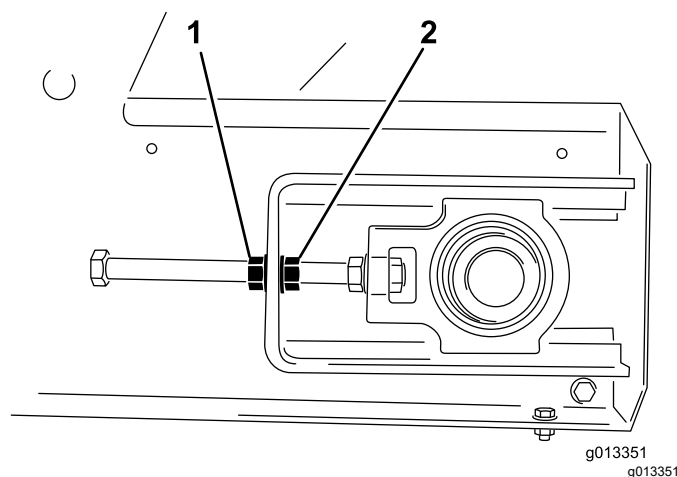

Bild 58
4. Halten Sie das Ende der Spannstange mit zwei Schraubenschlüsseln fest und lösen Sie die Sicherungsmutter, d. h. die Mutter, die dem Stangenende am nächsten ist (Bild 58).
3. Halten Sie das Ende der Spannstange auf der Seite fest, nach der das Band zieht; lösen Sie dann die Sicherungsmutter und ziehen die Einstellmutter um zwei Umdrehungen der Mutter an (Bild 58).